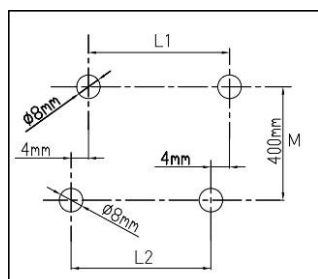

Fig.2
- 1 – Taladre agujeros tal como se muestra en la Fig. 2.